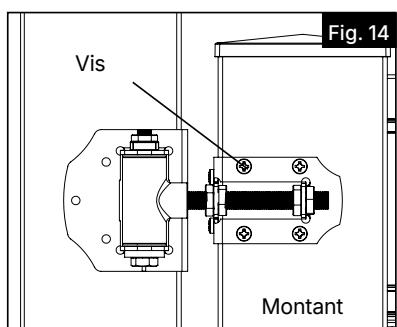

Fig. 14
- Faire des marques et percer des avant-trous de $\frac{3}{32}$ po (2,4 mm) au haut et au bas du montant. Fixer la charnière du haut à l'aide de 6 vis de 1½ po (38,1 mm) (fournies avec la charnière) à l'avant et sur le côté du montant (Fig. 14). Répéter l'opération pour la charnière du bas.